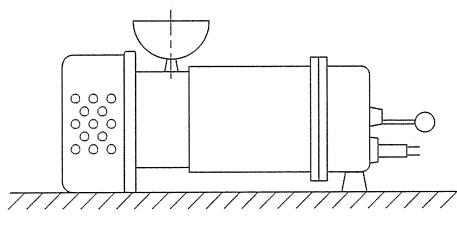

図6
- (1) ご使用の前に必ず絶縁抵抗の測定をしてください。絶縁抵抗値は $1M\Omega$ 以上あれば運転に支障ありませんが $1M\Omega$ 以上あっても、急に低下し始めているものは異常と考えられますので修理が必要です。
- (2) 運転中の電流値、電流計のふれを点検してください。ふれの大きい場合は異物をかみ込んでいる恐れがあります。付着した異物を取り除いてください。
- (3) 吐出し量が急激に減少している場合には、吸込口（ストレーナ部）に異物がつまっている恐れがあります。付着した異物を取り除いてください。
- (4) ポンプ性能が徐々に低下した場合は、ケーシングや羽根車の摩耗が考えられます。各部を点検し摩耗している部品は早期に交換してください。
- (5) 使用後に、メカニカルシールの潤滑油を点検・交換しますと、メカニカルシールの寿命が長くなります。この際、潤滑油に水が混入し、白濁している場合は、メカニカルシールの不良ですので交換が必要です。潤滑油交換時には図6のように注油プラグを上にし、ポンプを水平に置いて表1に示す潤滑油を必ず規定量注油してください。この時ポンプをゆすったりして、規定量以上注油しますと、メカニカルシール室の内圧上昇により、シール寿命が著しく低下します。注油後はシールワッシャを介し注油栓を十分に締付けてください。
メカニカルシール室の潤滑油交換は6カ月毎に行ってください。この潤滑油に水が混入し白濁している場合は、メカニカルシールを交換してください。潤滑油の交換時には図6のように注油栓を真上にし、ポンプを水平に置いてタービン油(#32)を表1に示されている指定量注油し注油栓ガスケットを介し注油栓を十分に締付けてください。